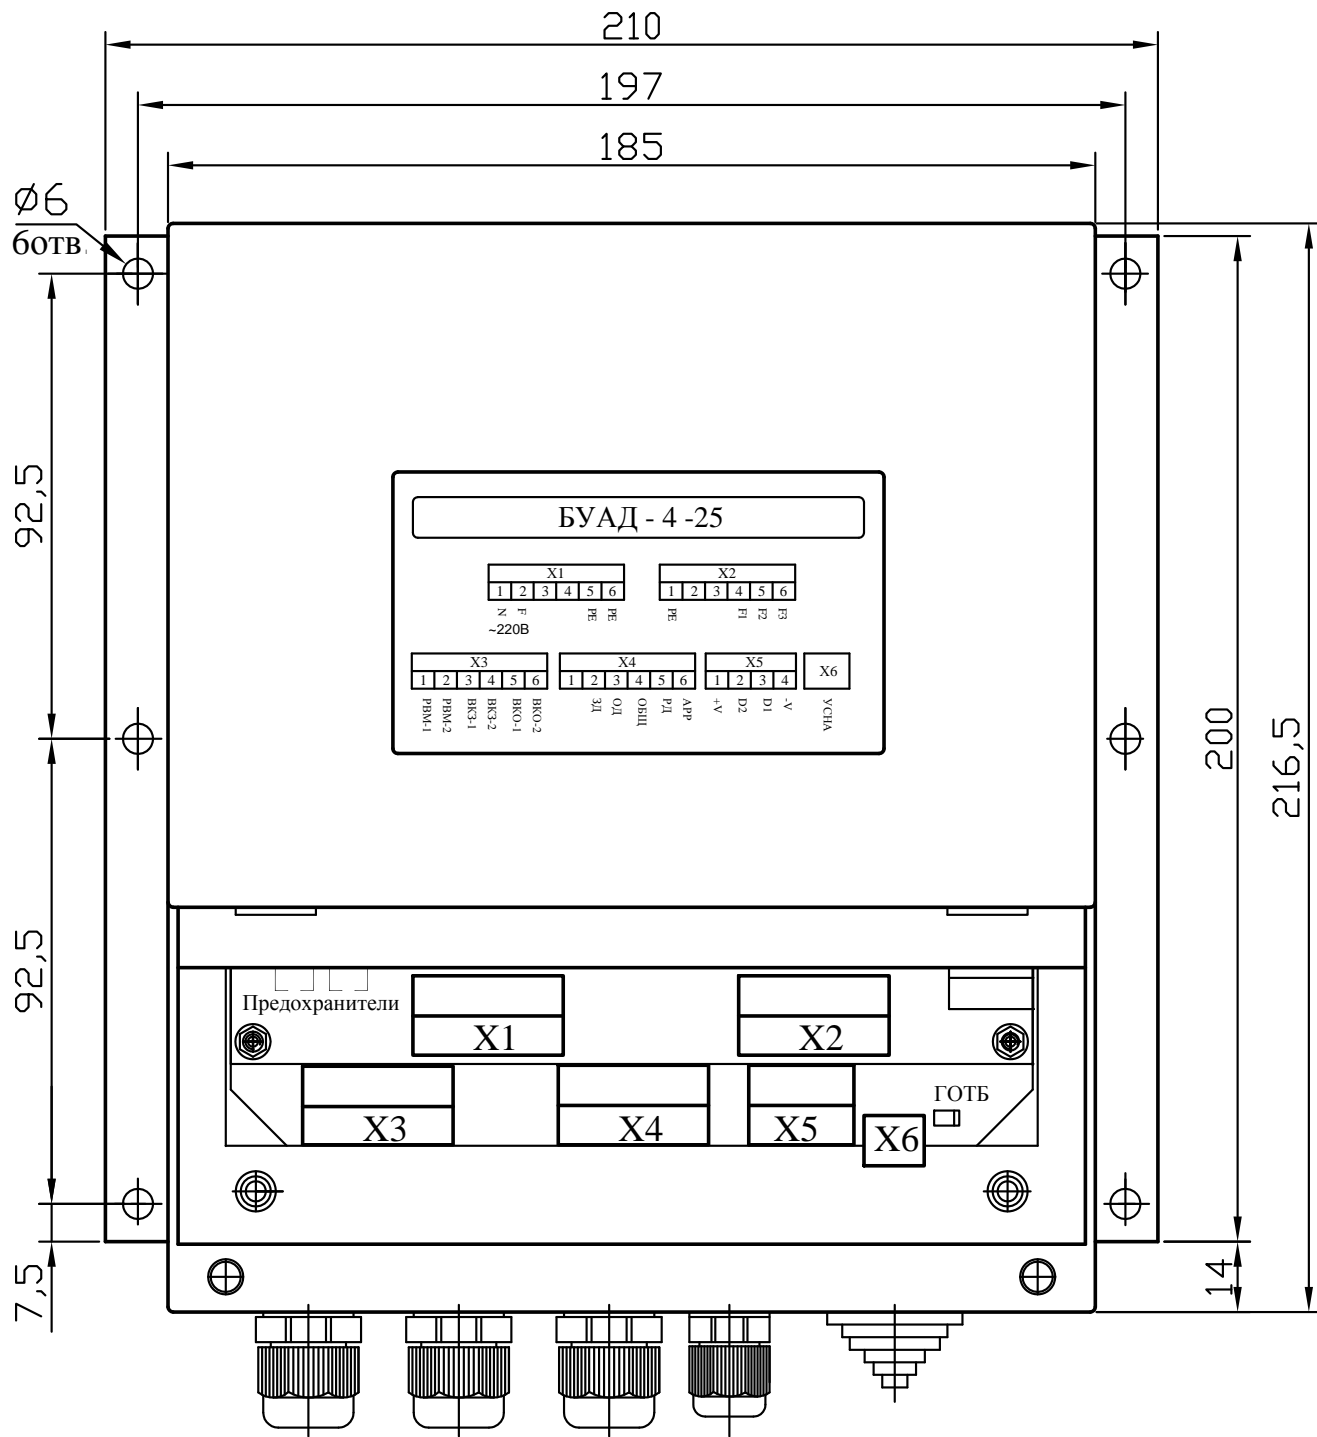
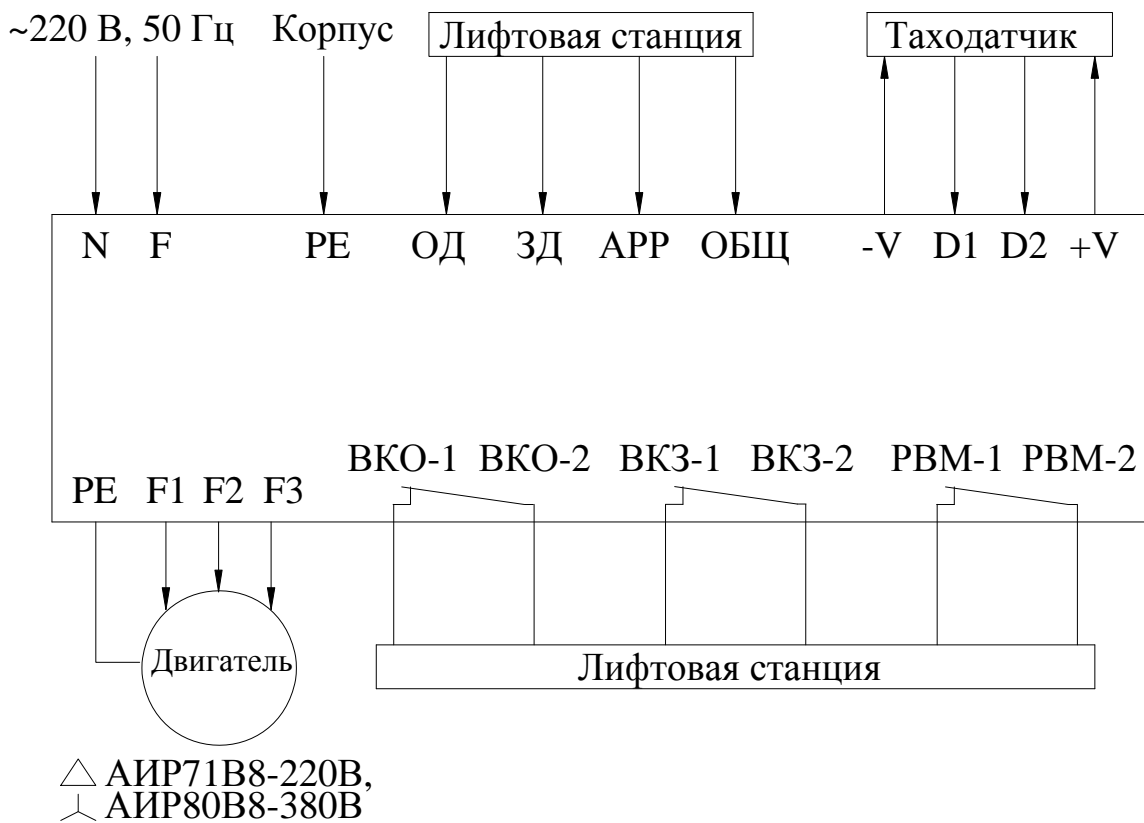
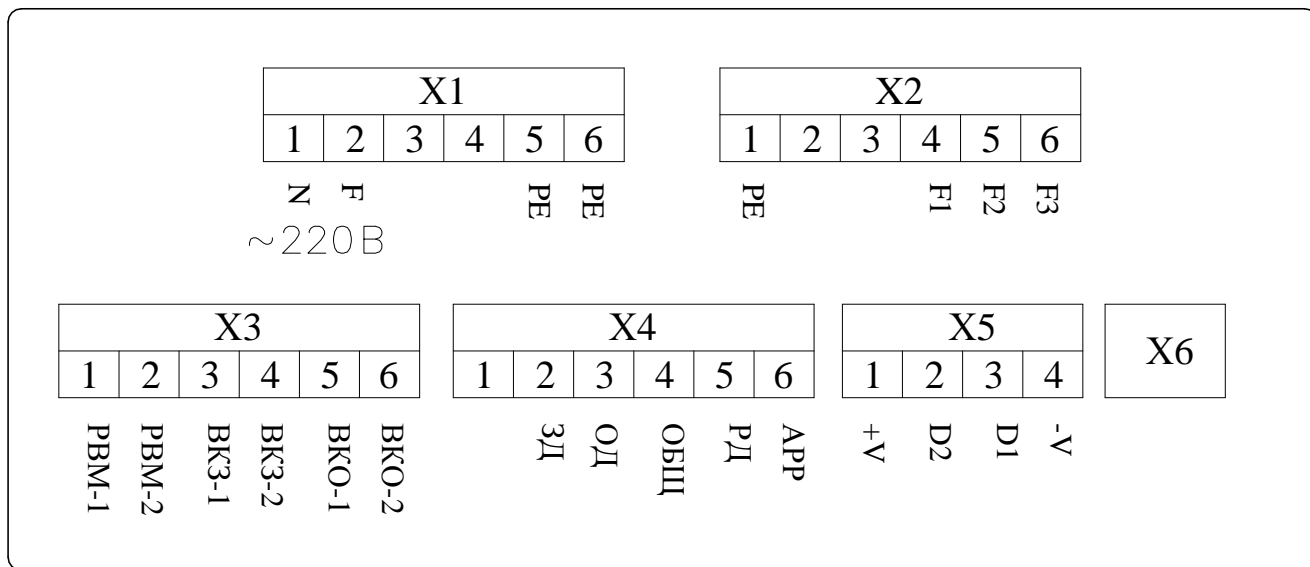

Рис.1. Габаритно-присоединительные размеры Устройства.
Рис.2. Блок-схема подключения внешних контактов БУАД-4-25.
Рис. 3. Схема подключения внешних контактов БУАД-4-25.
Габаритно-присоединительные размеры *Устройства* приведены на **рис.1**.
3.4.2. На **рис.2** показана блок-схема подключения внешних контактов *Устройства*. На **рис.3** показаны и подписаны отдельные контакты каждого из разъемов *Устройства*.
3.4.5. Внешние контакты для лифтовых станций (см. рис. 2, 3):
Узел подключения внешних коммуникаций состоит из набора кабельных выводов (**рис.1**), разъемов для подсоединения шин сетевого питания, цепей выходных напряжений для электродвигателя, цепей управления работой устройства, цепей подключения таходатчика (**рис.2, 3**), заглушки для разъема подключения устройства настройки УСНА, а также крышки, закрывающей разъемы *Устройства*.
3.5.1. С помощью светодиода ‘ГОТЪ’ (готовность на плате БУАД), расположенного рядом с разъемом Х6 (**рис.1**), индицируется: